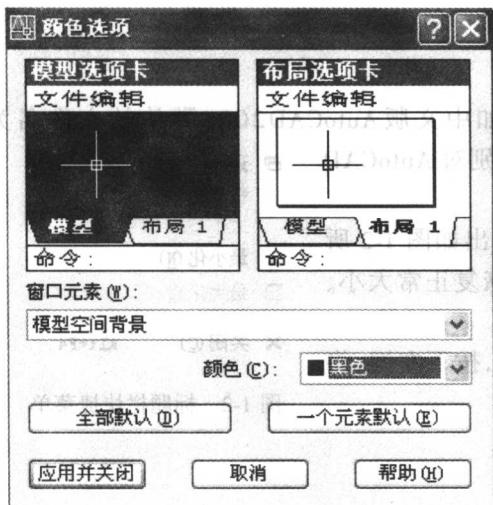

图 1-4 【颜色选项】对话框
(2) 在该对话框的【窗口元素】栏中单击 [颜色 (C)...] 按钮, 出现如图 1-4 所示【颜色选项】对话框。
(3) 在【颜色】下拉列表框中选择所需颜色。
(4) 单击 [应用并关闭] 按钮返回【选项】对话框。
(5) 单击 [确定] 按钮, 退出【选项】对话框完成颜色设置。